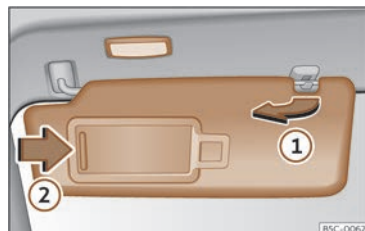

Fig. 115 Parasol.
- El parasol puede extraerse de la fijación y girarse hacia la puerta >>> **fig. 115 ①**.